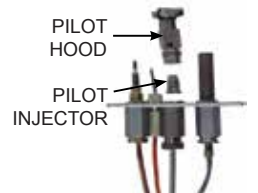

Fig. 4
7. **FOR EI:** Use 7/16" wrench to loosen the pilot hood until the conversion tab slides easily (Fig. 3). Slide the tab to the fuel desired. **NOTE:** The tab is marked with NG or P. Tighten the pilot hood back to original position. **FOR MV:** Use 7/16" wrench to remove the pilot hood. Replace the pilot injector with the one supplied. Replace the hood onto the assembly (Fig. 4). **The flame openings on the hood must align with the thermocouple and thermopile.**
- 8. **POUR ALLUMAGE MILLIVOLT:** Utilisez une clé de 7/16 po pour retirer le capot de la veilleuse. Remplacer l'injecteur pilote par celui fourni. Remplacez le capot sur l'ensemble (Fig. 4). **Les ouvertures de flamme sur la hotte doivent être alignées avec le thermocouple et la thermopile.**